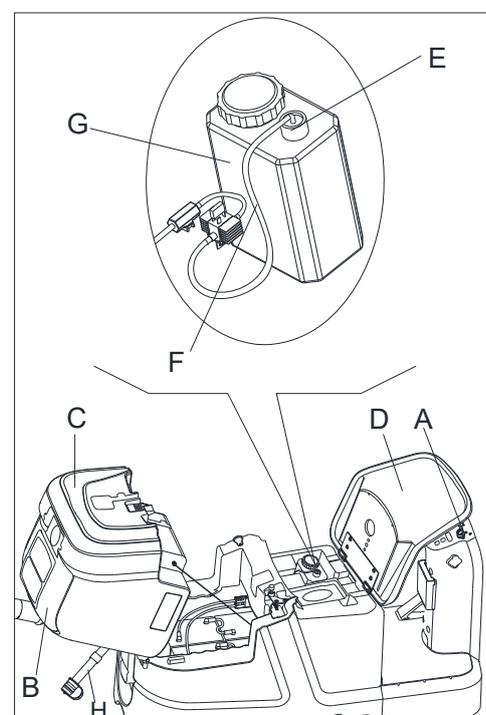

Рисунок 26
Очистите бак моющего средства (E, Рисунок 26), как показано ниже:
3. Откройте крышку (В) и убедитесь, что бак утилизации (С) пустой; при необходимости слейте бак при помощи сливного шланга (H, Рисунок 26). Закройте крышку (В).
5. Открутите заглушку (Е) и отсоедините шланг (F) от бака (G).
8. Установите бак (G) и подсоедините шланг (F).